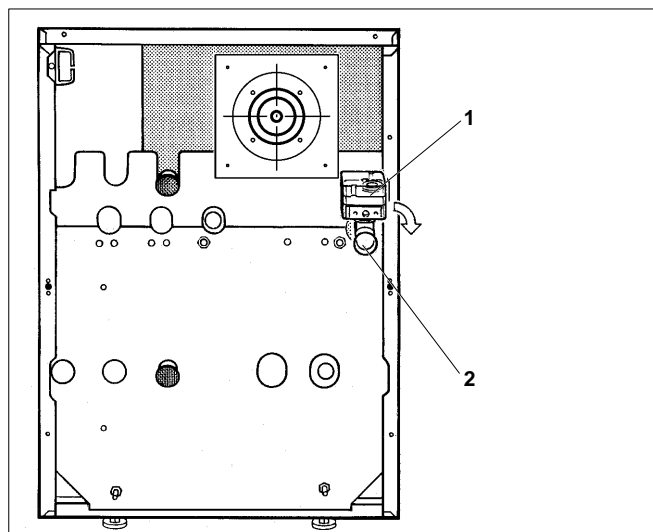

Fig. 23 Raccordement gaz
- Raccorder la conduite de gaz au raccordement gaz (fig. 23, **pos. 2**) sans contraintes.
- Si vous utilisez du **Propane**, fixer et étancher le contrôleur de pression de gaz (fig. 23, **pos. 1**) joint à la livraison avec les kits de transformation à proximité immédiate du raccordement gaz (fig. 23, **pos. 2**) de la chaudière, le disque de réglage dirigé vers le haut ou vers l'extérieur en utilisant le manchon de réduction joint à la livraison. Amener le câble de raccordement à côté de la conduite de gaz vers l'appareil de régulation par la paroi arrière de la chaudière et à l'intérieur le long de la paroi latérale et effectuer le raccordement électrique selon le schéma de connexion.